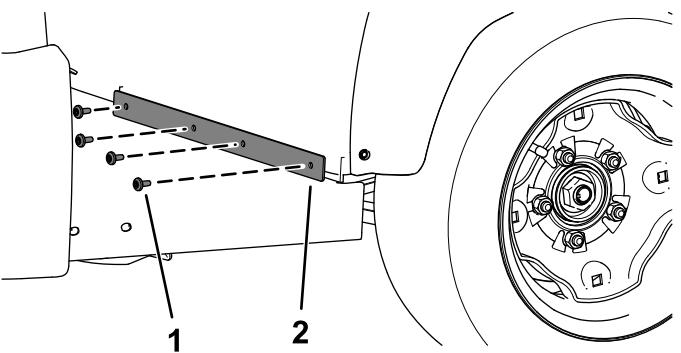

図7
10. シール2枚を取り付ける各側でtorxヘッドねじ $\frac{1}{4} \times \frac{7}{8}$ インチ4本を使用する図7。